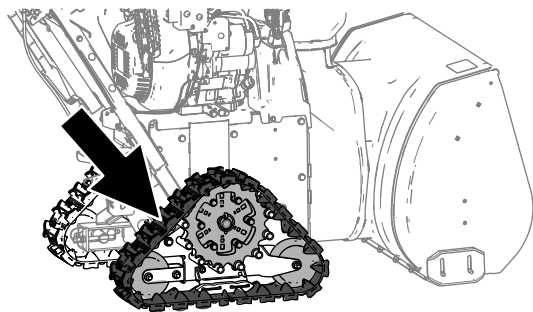

Рисунок 25
2. Приложите усилие 44 Н между средним и задним катком (Рисунок 25).